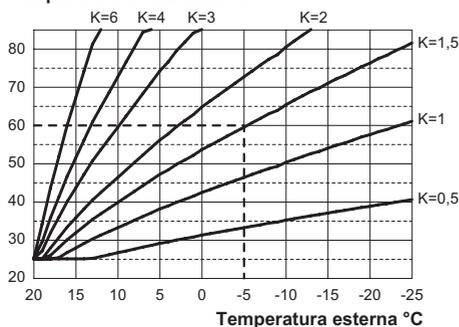

Figura 5.28
Se alla caldaia **È COLLEGATO** il comando remoto riferirsi alla Figura 5.28.
Quando si installa la sonda esterna bisogna impostare questo parametro in base al rendimento dell'impianto di riscaldamento per ottimizzare la temperatura di mandata (Figura 5.28).
Es. Per avere una temperatura di mandata all'impianto di riscaldamento di 60°C con una esterna di -5°C si deve settare un K di 1,5 (linea tratteggiata in Figura 5.28).
- Utilizzando i tasti 15 o 16 è possibile modificare il valore del parametro 15 da un minimo di **01** ad un massimo di **60** in base alla curva scelta del coefficiente K in Figura 5.28 (il valore letto sul display corrisponde a valori decimali di coefficienti K).